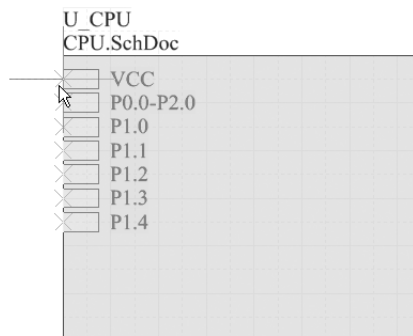

图 15-30 生成随光标移动的子原理图符号
4) 选中该对话框中的任一子原理图，然后单击“OK（确定）”按钮，系统将在“汉字显示屏电路.SchDoc”原理图中生成该子原理图所对应的子原理图符号。执行上述操作后，在“汉字显示屏电路.SchDoc”原理图中生成随光标移动的子原理图符号，如图 15-30 所示。